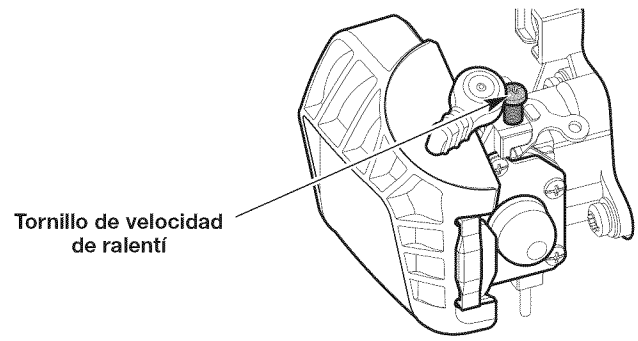

Fig. 8
2. Mueva el control de velocidad a la posición **LO (lento)** y deje que el motor funcione en ralentí. Si el motor se para, aumente la velocidad de ralentí. Use un destornillador Phillips pequeño para girar el tornillo de velocidad de ralentí en el sentido de las agujas del reloj, 1/8 de giro cada vez hasta que el motor funciona al ralentí de manera uniforme (Fig. 8).